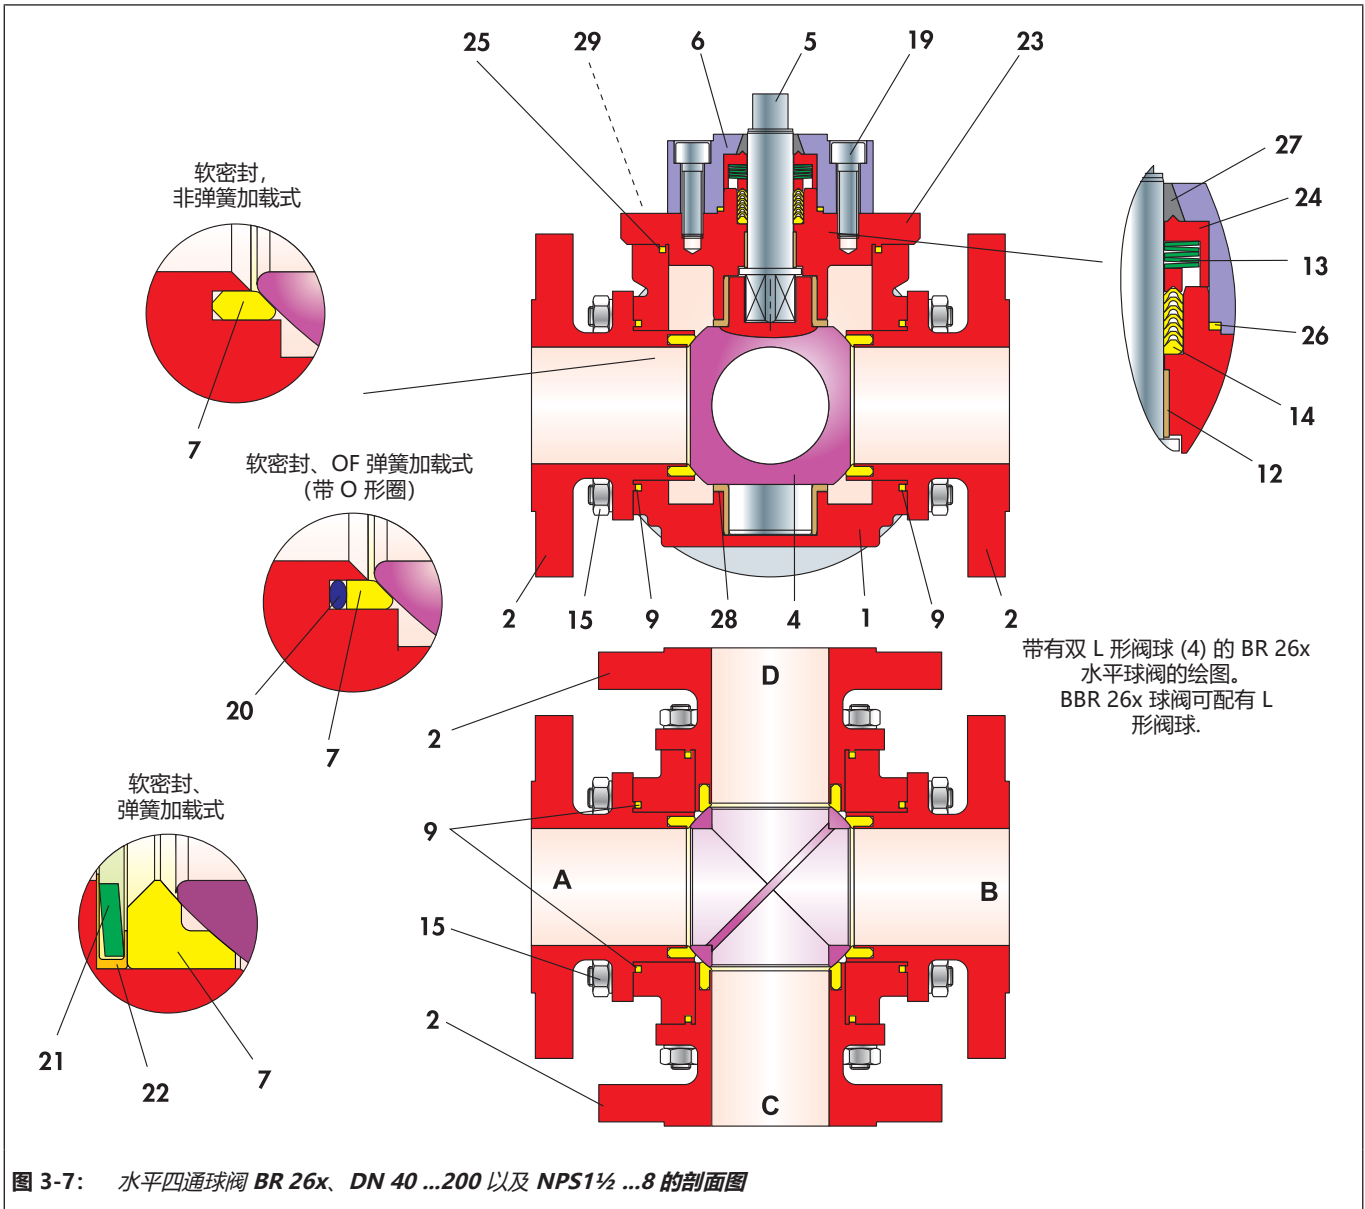

图 3-7: 水平四通球阀 BR 26x、DN 40 ...200 以及 NPS1½ ...8 的剖面图
- 根据具体型号，可使用带有螺母 (16) 或螺钉 (15) 的双头螺栓 (15)。
- ⇒ 将下部轴承套 (28) 插入主阀体 (1)。有关轴承套的对齐，请参见图 3-7。
- ⇒ 轻轻润滑球阀的 (4) 的枢轴。
- ⇒ 小心地将球阀 (4) 插入主阀体。将球阀的下枢轴插入主阀体中的轴承套 (28)。
- ⇒ 轻微旋转轴承套 (12)，并将其推到控制轴 (5) 上。
- ⇒ 从内部将控制轴 (5) 穿过控制轴管并插入阀盖法兰 (23)。
- ⇒ 请勿损坏控制轴 (5) 的密封表面。
- ⇒ 在将轴承套 (12) 和控制轴 (5) 定位在阀盖法兰 (23) 中时确保其未倾斜。
- ⇒ 将 V 形环填料 (14) 轻微旋转滑过所安装的控制轴 (5)，并将其插入阀盖法兰 (23) 的填料位置。有关 V 形环的排布，请参见图 3-7。
- ⇒ 将盘簧组 (13) 穿过球阀轴 (5) 向上直抵 V 形环填料 (14)。有关盘簧排布，请参见图 3-7。
- ⇒ 将衬套 (24) 穿过控制轴 (5) 向上直抵盘簧 (13)。
- ⇒ 将阀环 (27) 压入填料箱法兰 (6)。
- ⇒ 将 O 形圈 (26) 插入填料箱法兰 (6)。
- ⇒ 将填料箱法兰 (6) 穿过控制轴放到阀盖法兰 (23) 上。
- ⇒ 轻轻润滑螺钉 (19)。
- ⇒ 用螺钉 (19) 调整填料箱法兰。